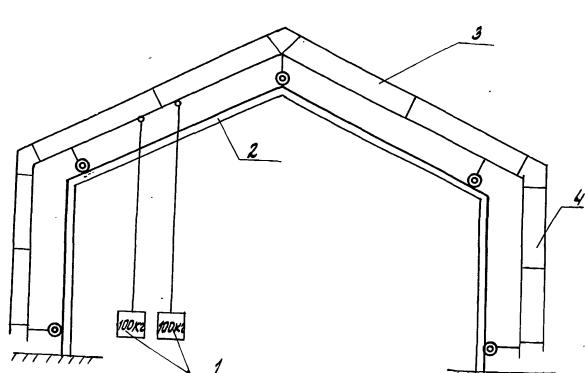
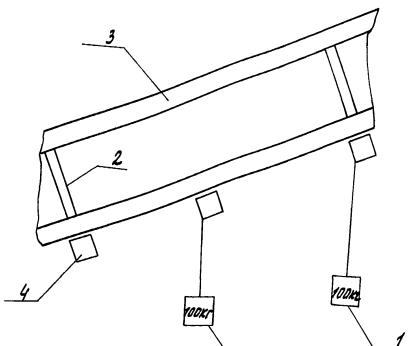
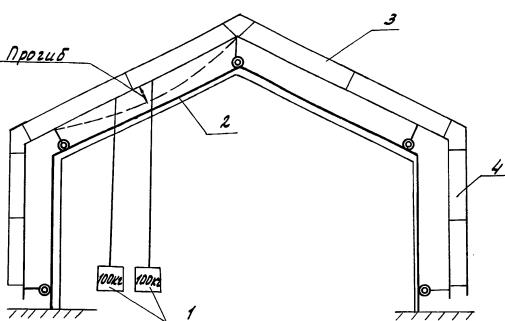

Рис. 1
Рис. 2
Рис. 5
7.2.3. Проводятся испытания "устройства" на прочность как показано на рис. 1, рис. 2, рис. 3, рис. 4, рис. 5.
Два груза по 100 кг. подвешиваются кантами за одну ступеньку в средней части наклонной лестницы (рис. 1, рис. 2).